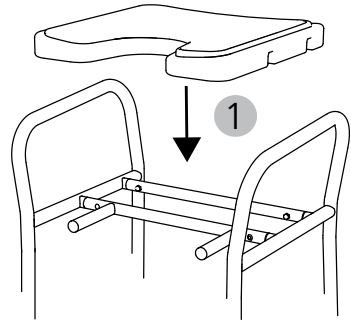

Abb. 7
3. Legen Sie die Sitzplatte passend auf die Verbindungsstücke und drücken Sie die Sitzfläche fest nach unten, bis sie auf den Verbindungsstücken hörbar einrastet (Abb. 7, 1). Die Montage vom 9402-A (Hocker) ist damit fertig.